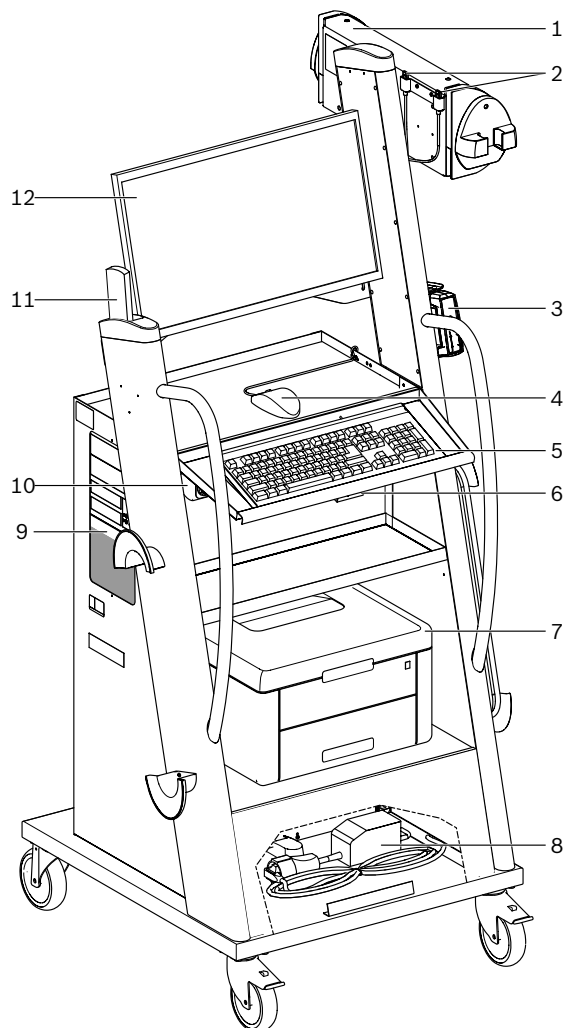
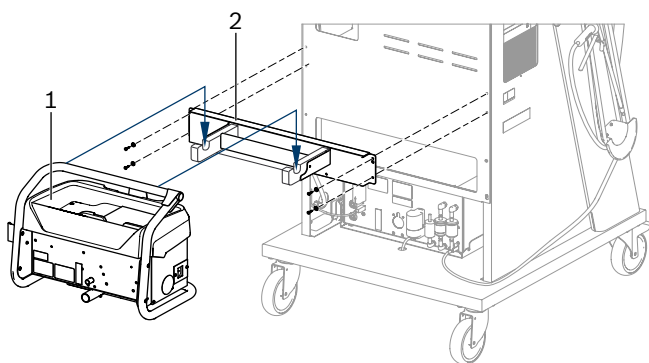

Fig. 1: Vy framifrån FSA 740
Fig. 4: Montera hållare
2. Montera hållare för BEA 070 (fig. 4, pos. 2) på körvagnen.
3. Häng upp BEA 070 (fig. 4, pos. 1) på hållaren och om så önskas, stick in USB-anslutningskabeln i BEA 070 och i USB-anslutningen på datorns framsida (fig. 1, pos. 9).
4. Anslut nätanslutningsledningen till BEA 070 och till grenuttaget (fig. 1, pos. 10).
7. Ta bort transportsäkringar på laserskrivare enligt bifogade instruktioner. Placera laserskrivaren (fig. 1, pos. 7) i körvagnen och anslut den. Nätanslutningsledning och USB-anslutningskabel ligger redan redo för anslutning i körvagnen.
Slå på och av FSA 740 med den centrala huvudströmbrytaren på apparatens framsida (se bild. 1, pos. 10).